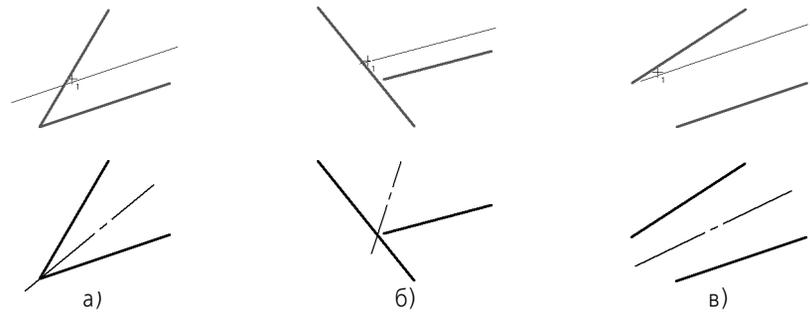

Рис. 28.38. Примеры построения автоосевой
- ▼ если отрезки пересекаются, то автоосевая начинается в точке их пересечения (рис. 28.38, а),
- ▼ если один отрезок пересекается с воображаемым продолжением второго отрезка, то автоосевая начинается в точке пересечения этих линий (рис. 28.38, б),
- ▼ если отрезки не пересекаются, то автоосевая начинается в точке пересечения биссектрисы угла с воображаемой прямой, проходящей через начала отрезков (рис. 28.38, в).